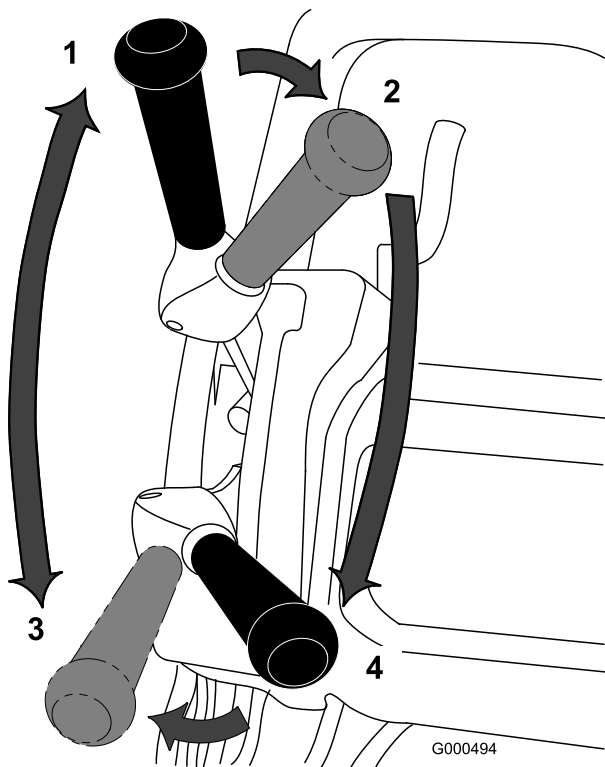

图25
1. 启动发动机，将油门设置为低速，向下推动手柄以提起滚刀组，压低操作员到位控制装置，将牵引杠移至“接合”位置，使剪草机行驶到果岭的环圈上（图25）。
2. 将牵引杆移至“分离”位置，然后接合滚刀驱动杆（图25）。
3. 将牵引杆移至“接合”位置，增加油门速度直至剪草机按照所需的地面行驶速度移动，将剪草机推到果岭区，放下剪草机的前端，然后开始剪草（图25）。